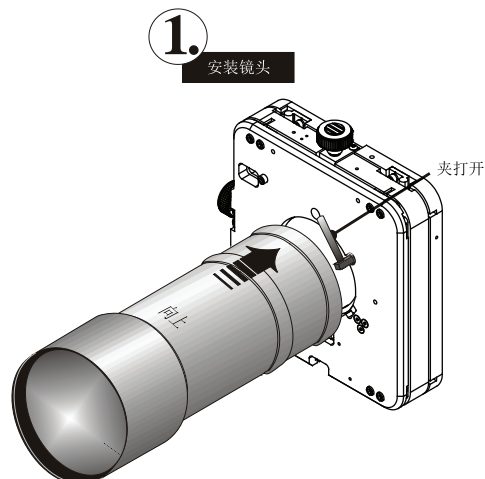

图 2-7 打开镜头夹并插入镜头
2. 将镜头夹转到 OPEN（打开）位置。请参阅图 2-7。